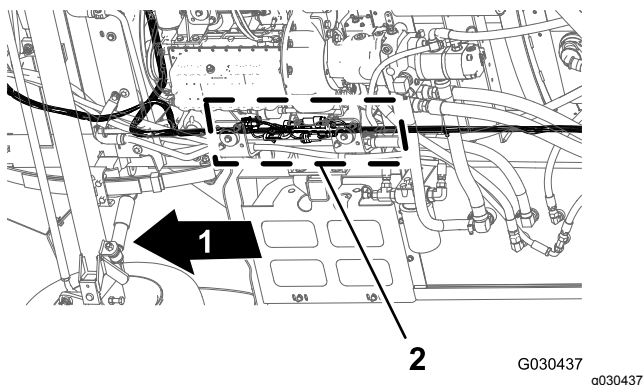

图 86
- 沿着机器下方的右机架管找到机器前后线束的电气接头 图 86。